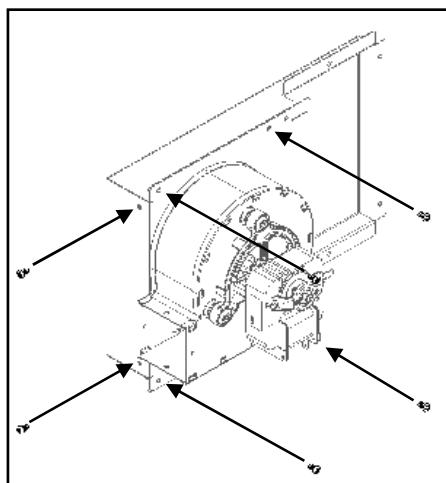

Figura 127 - Fixação apoio com o ventilador
- c) Apertar o conjunto da Figura 127 na face lateral da câmara de combustão utilizando 6 parafusos **A** (DIN 7981 FA 4,2x13) nos furos preparados para o efeito.